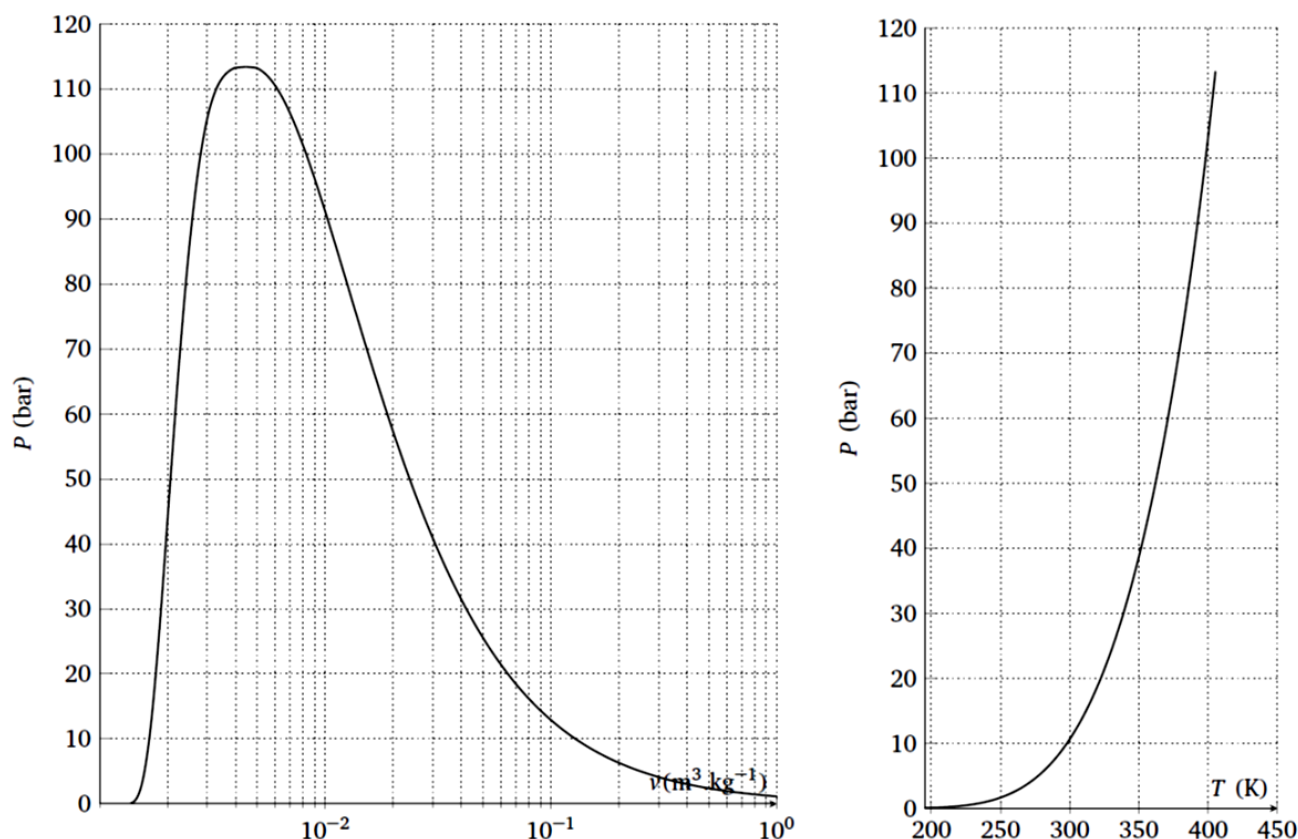

Figure VIII.1 – Tracé de la courbe de saturation à partir de données thermodynamiques pour l'ammoniac NH_3 .
On a représenté, dans la figure VIII.1 ci-dessous, la courbe de saturation dans un diagramme de Clapeyron pour l'ammoniac pur accompagné de la courbe correspondante dans un diagramme de phase (P, T).
- (b) Justifier l'allure commune des courbes de la figure VIII.2 pour des températures assez faibles et retrouver les valeurs de pression de rupture de l'allure pour chaque bouteille en comparant avec la figure VIII.1.